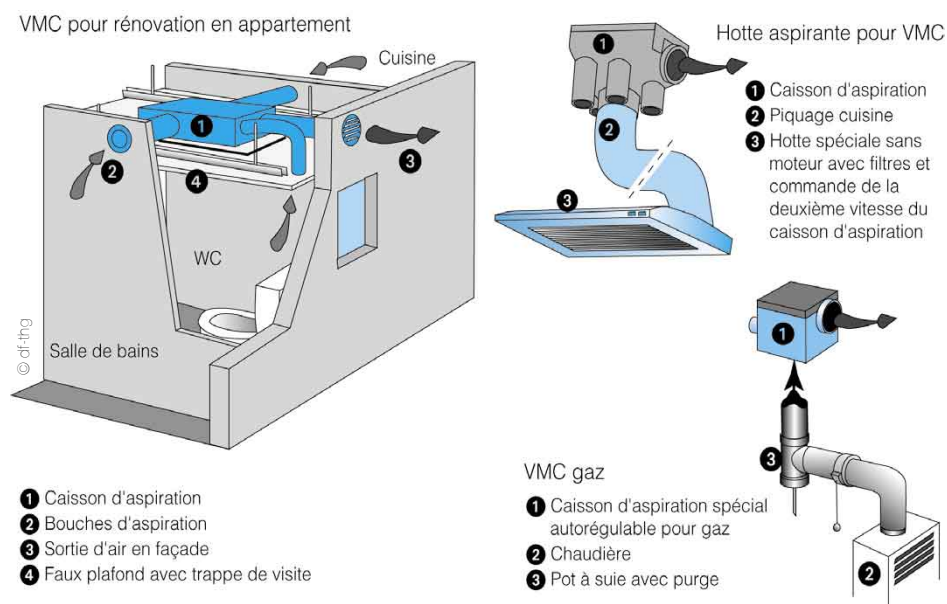

Figure 13 : Autres types de VMC
Pour un fonctionnement correct, il est nécessaire que les entrées d'air soient sensiblement égales au débit d'extraction. Pour respecter la réglementation thermique (RT), il est préférable de choisir une VMC hygroréglable certifiée CSTBat. Certaines VMC sont prévues pour adapter sur leur sortie cuisine une hotte aspirante sans moteur et munie uniquement d'un filtre graisse. Un interrupteur sur la hotte permet de commander les vitesses du caisson de VMC (figure 13).
Sur le même principe que la VMC simple flux, la VMC gaz (figure 13) est conçue pour évacuer les produits de combustion d'une chaudière ou d'un chauffe-eau à gaz. L'installation et l'entretien de ce type de matériel nécessite l'intervention d'un spécialiste.
Il existe également des VMC simple flux compactes (figure 13) spécialement conçues pour être installées dans les appartements à rénover. Leur encombrement est réduit, ainsi que le niveau sonore en fonctionnement. Elles peuvent être installées dans un faux plafond avec trappe de visite. L'air est évacué à travers une paroi.